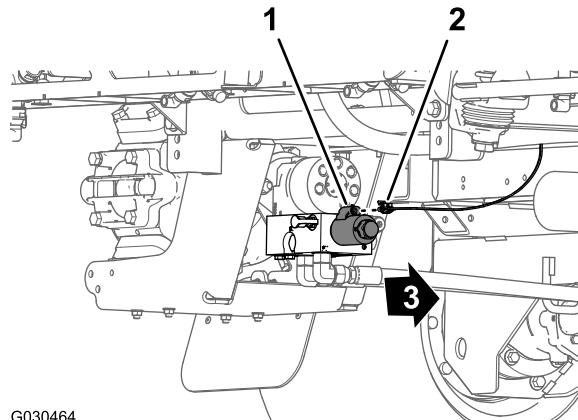

Figura 116
1. Na traseira da máquina — interior da bomba de pulverização, ligue o conector de duas tomadas da seção com 86 cm da cablagem ao conector de dois pinos do relé da bomba (Figura 116).